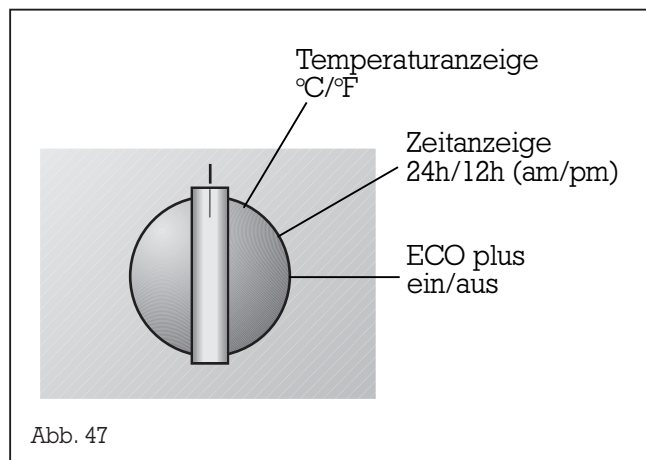

Abb. 47
- Durch Drehen des Bedienknopfs „Betriebsarten“ können Sie nun die verschiedenen Funktionen auswählen (Abb. 47):